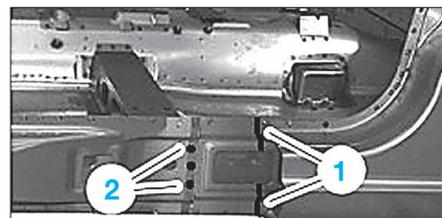

FIG. 29
- Chauffer la zone (2) à environ 170 °C et détacher l'insonorisant.
- Découper le renfort de bas de caisse selon la ligne de coupe (1) (Fig.29).